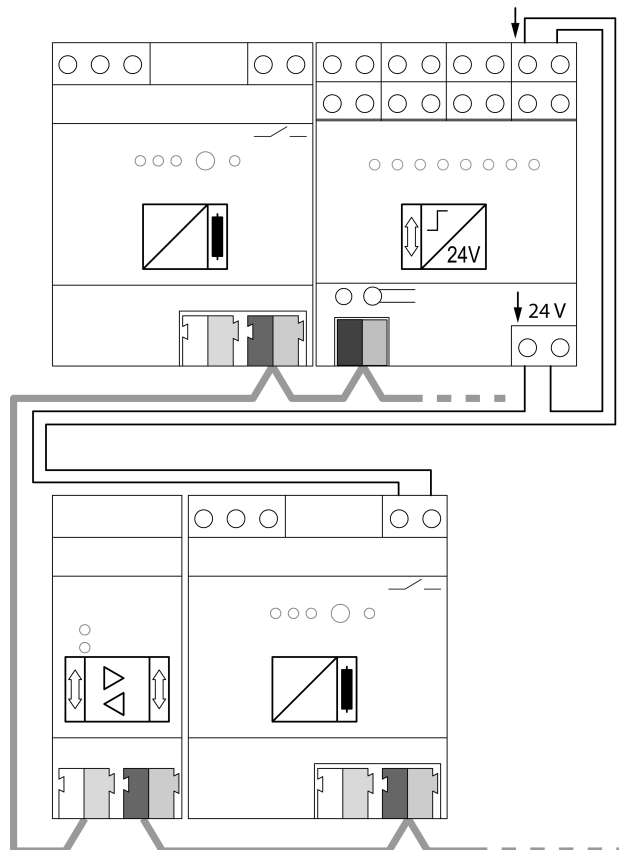

Figura 6: Esempio di applicazione – ingresso binario KNX sulla linea principale per il rilevamento e la segnalazione centrale di messaggi diagnostici
- Collegare l'ingresso binario KNX secondo l'esempio di collegamento (Figura 6).